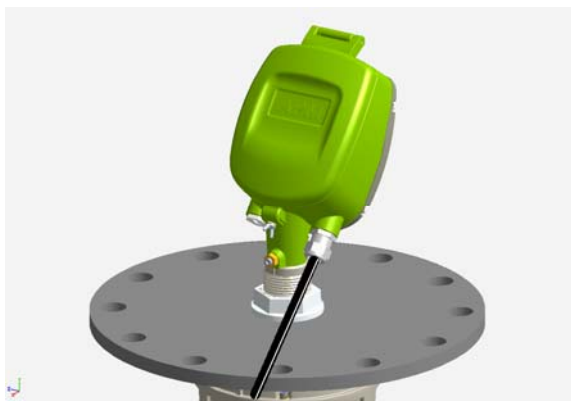

Рисунок 28 Ввод кабеля в электронный блок
4. Завести кабель в электронный блок через кабельный ввод (см. Рисунок 28).